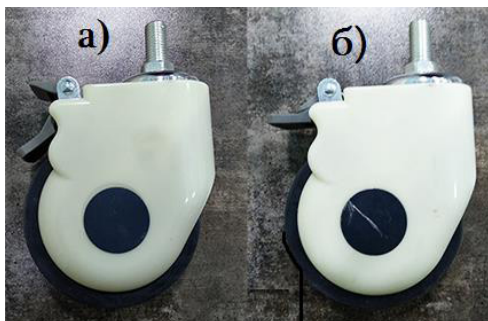

Рис. 4 Управление тормозом колеса
3.5. На колесных рамах установлены самоориентирующиеся колеса. Каждое из колес оснащено индивидуальным тормозом (Рис. 4).